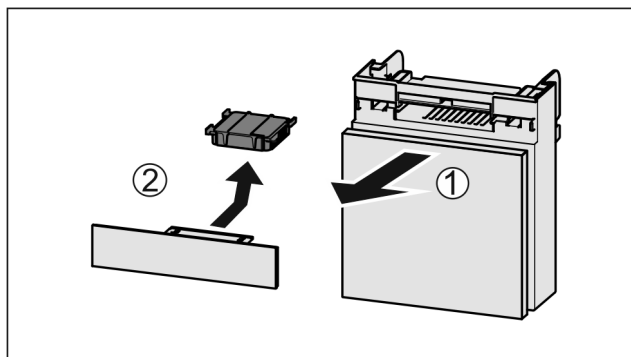

Fig. 55
- Lade vanaf de voorkant eruit trekken Fig. 55 (1).
- Actiefkoolfilter verwijderen Fig. 55 (2).